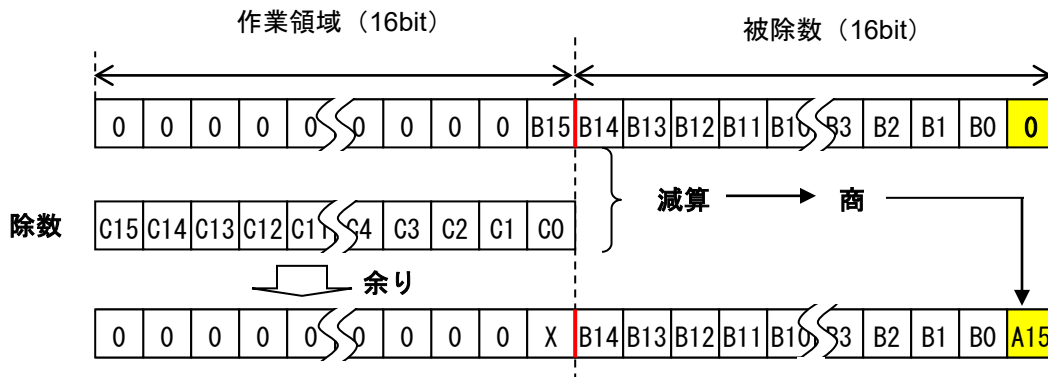

図 3.4 減算の実行
- ③ 作業領域から除数を引けるかどうかを確認し、引ければその回の商は1になり、引けなければ0になります。この商は被除数（領域）の LSB に格納します。引けた場合の余りは作業領域に格納されます（図 3.4 参照）。
このような計算を行う場合に注意する必要があるのが、商の桁位置（ビット位置）です。減算そのものがビットをシフトしながら引いていくので、商には1回の減算ごとに1ビットシフトしながら毎回の結果を付け加えていくことになります。図 3.4 の場合を考えると、その結果の1ビット（商のビット）には2の15乗の重み（桁）があります。②と③がセットで1ビット分の減算が完了します。